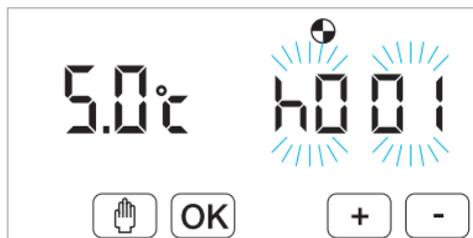

fig. 23
10.3 Premere il tasto touch OK per conferma fig.23. Lampeggia il contatore delle ore 0 01